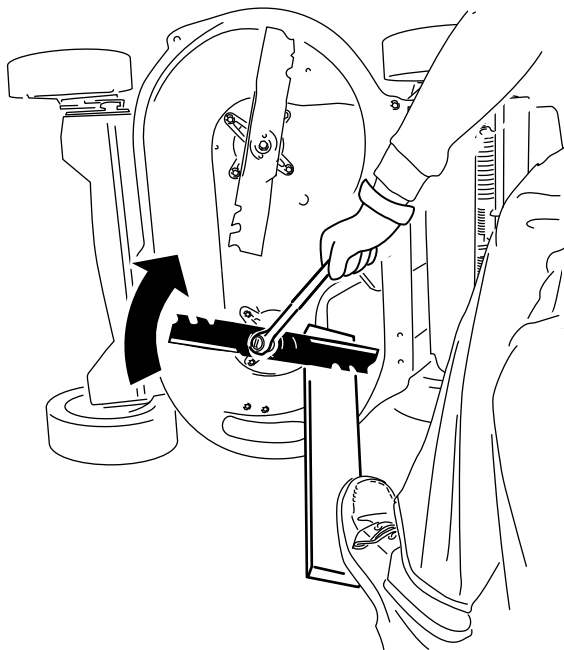

Figura 43
- Fissate ogni lama con una tavola e ruotate in senso antiorario con una chiave torsiometrica come mostrato in Figura 43; serrate il bullone della lama a 82 N·m (60 ft-lb).